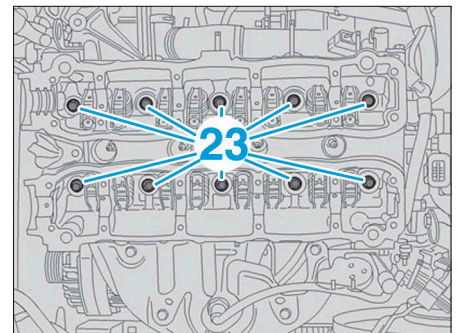

FIG. 30
- Déposer les vis (23) de culasse (Fig.30).